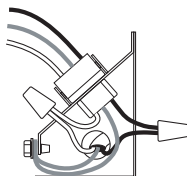

Figure 6 — Câblage correct
2. À l'aide de connecteurs adaptés, câbler le ventilateur comme sur la Figure 6.